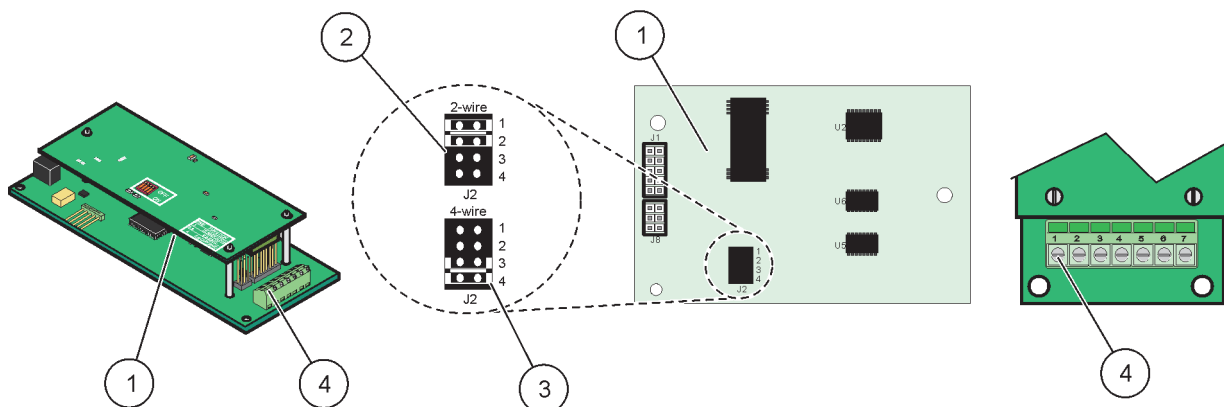

Figura 24 Ligações da placa Modbus RS485 (YAB021)
4. Forneça alimentação ao cabo pela base do módulo e prepare-o correctamente, introduzindo cada fio no terminal de acordo com a Figura 24/Tabela 7.